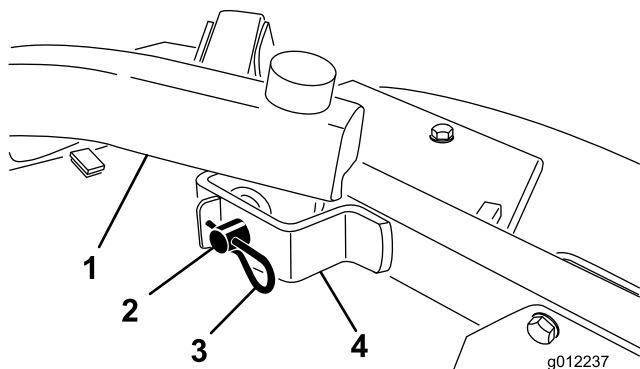

図 24
2. 昇降アームをキャスタアーム・ブラケットに固定しているヘアピンコッターとクレビスピンを外す（図 24）。